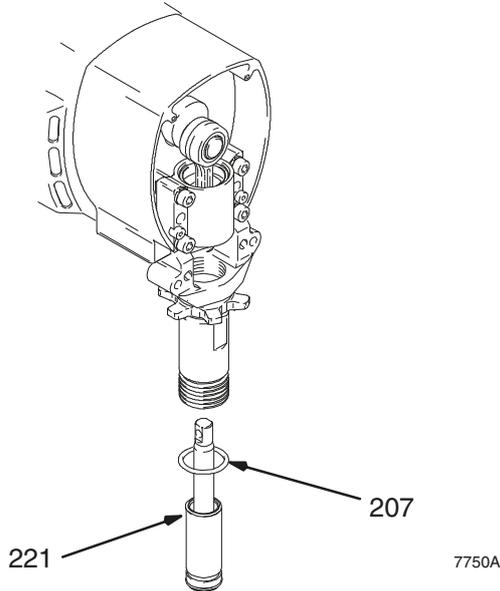

Рис. 18
Рис. 18. Смажьте уплотнительное кольцо (221) и установите на втулку. Сдвиньте узел втулки/шток поршня в нижнюю часть цилиндра. При необходимости замените уплотнительное кольцо (207).